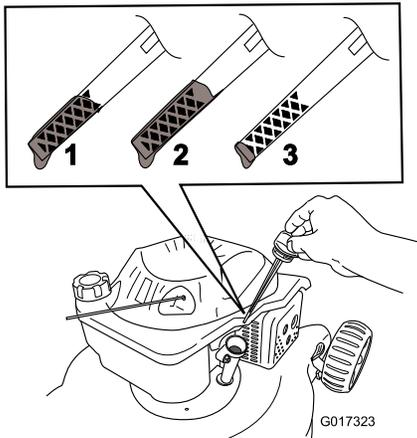

Figura 10
2. Togliete l'asta di livello (Figura 10).
3. Versate **lentamente** l'olio nel tubo di riempimento finché non raggiunge il segno di **pieno** sull'asta (Figura 10). **Non riempite troppo.** Riempimento massimo: 0,55 litri, tipo: olio detergente SAE 30 o SAE 10W-30 con service classification API SF, SG, SH, SJ, SL o superiore.
1. Togliete l'asta di misurazione del livello dell'olio, asciugatela ed inseritela a fondo nel foro (Figura 10).
2. Estraete l'asta e controllate il livello dell'olio (Figura 10). Se il livello dell'olio è inferiore alla tacca **Add** sull'asta, versate **lentamente** dell'olio nel foro del bocchettone fino a portarne il livello alla tacca **Full** sull'asta. **Non riempite troppo.** (Riempimento massimo: 0,55 litri, tipo: olio detergente SAE 30 o SAE 10W-30 con service classification API SF, SG, SH, SJ, SL o superiore.)